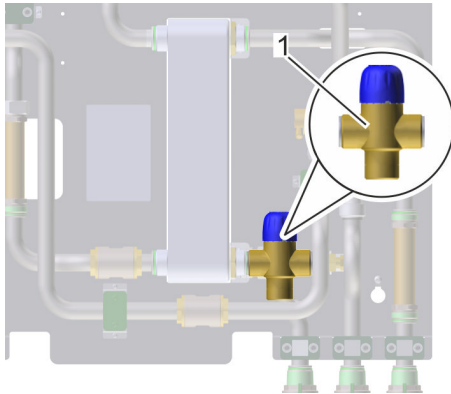

Abb. 78: Thermisches Mischventil
2. → Um die Temperatur zu erhöhen oder verringern, das Mischventil am Einstellgriff (Abb. 78/1) langsam in die entsprechende Richtung drehen, bis die Warmwassertemperatur leicht unterschritten wird.